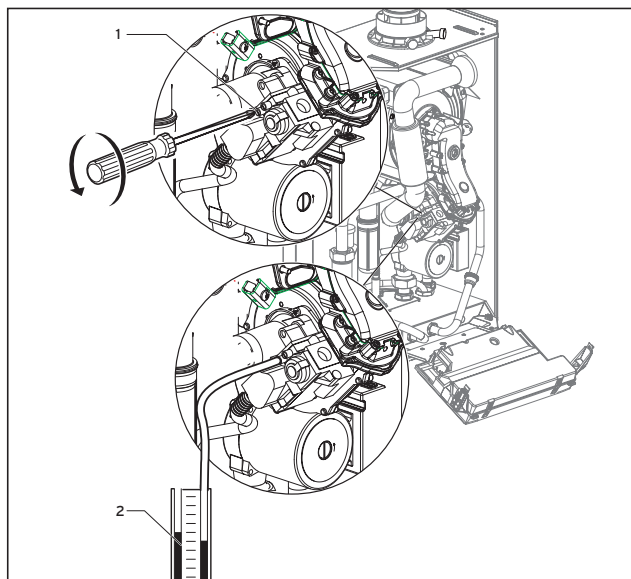

Fig. 5.3 Misurazione della pressione di allacciamento
Per il controllo della pressione di collegamento procedere come segue (vedi fig. 5.3):
- Rimuovere il manometro e riavvitare la vite di tenuta (1, fig. 5.3).